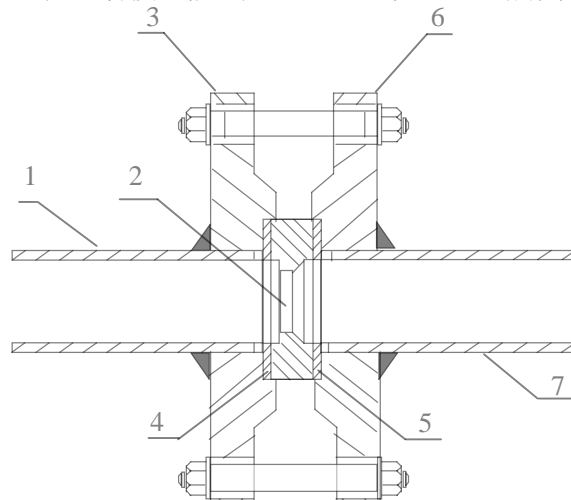

图 13 一体式孔板与管道的安装
(1) 在水平管段上，根据直管段要求找好一体式孔板的安装点。
(2) 将管道割开，要求割开的管道端面与管道轴线垂直，没有毛刺。
(3) 将固定一体式孔板的前后法兰套在割开的管道上，法兰管道上的方位有两种情况：一种是导压管垂直向上引出测量气体；另一种是导压管水平引出测量蒸汽或液体，具体情况应根据现场条件决定。
(4) 将一体式孔板的前后法兰套在割开的管道上后，点焊固定方位，要求管道插入法兰的深度小于法兰的厚度约 2mm。如图 13 所示，前直管段 1 插入前法兰 3，后直管段 7 插入后法兰 6，均距法兰的底部约 2mm。
(5) 然后拧开一体式孔板法兰上的所有螺栓。取出一体式孔板和垫片，这样做的目的是防止电焊烧坏两个法兰内侧的垫片。
(6) 将法兰焊好后，清除焊渣重新将一体式孔板和垫片还原，同时去掉孔板前后的牛皮纸，擦净孔板上的黄油，重新拧紧法兰上的全部螺栓。应该注意的是管内不应残留焊渣，为了避免焊渣堵塞导压管，用户重新组装时可不装一体式孔板，而加工一节代用金属环（环厚度为 30mm，环内径与管径相同，环壁应为 10mm）装与法兰，运行一段时间后，再将一体式孔板换上。